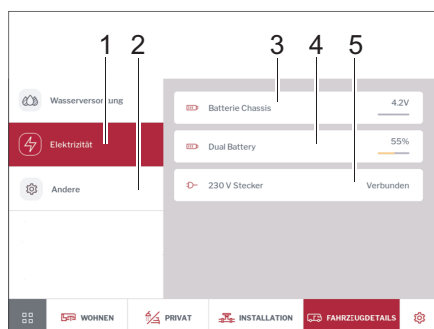

Bild 290 El och inomhustemperatur
- Klicka på knappen *El* (Bild 290,1).
Fordonets batterispnning visas (Bild 290,3), liksom kropps batteriets laddningsstatus i % eller AGM-batteriets laddningsspnning i volt (Bild 290,4) och status fr 230 V-matningen (Bild 290,5).
- Klicka p knappen *Annat* (Bild 290,2).